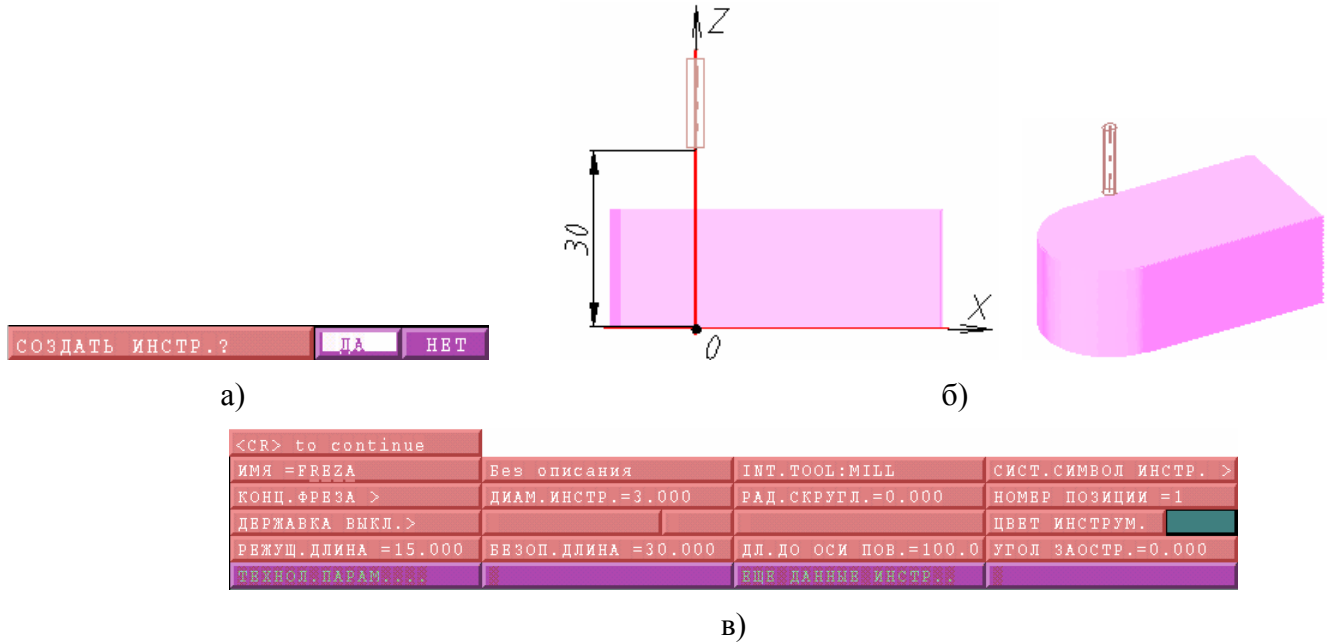

Рисунок 29 – Создание инструмента
- 2.4.4. Прежде чем создать Колодец, система предлагает создать инструмент (рисунок 29а), отвечаем **ДА**.
- 2.4.5. После этого мы попадаем в меню инструмента, где можем задать его имя с клавиатуры (рисунок 29б), также можем задать диаметр инструмента, цвет инструмента и др.
- 2.4.6. Для продолжения нажимаем пункт меню **<CR> to continue** (рисунок 29в). Созданный инструмент показан на рисунке 29б.